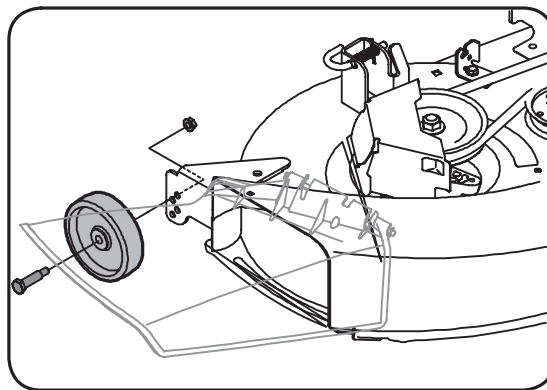

Figure 3-9
- b. Démontez les roues de guidage en enlevant les écrous de blocage et les vis à épaulement qui les retiennent sur le plateau de coupe. Voir la Fig. 3-9.